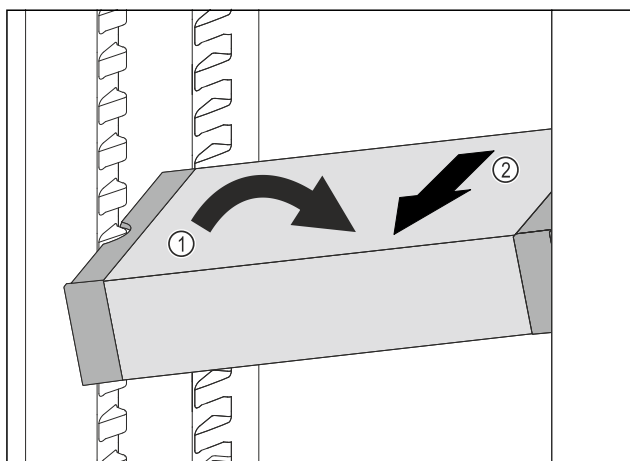

Fig. 41
- ▶ Расположите VarioSafe в холодильном отделении под наклоном. Fig. 41 (1)
- ▶ Извлеките VarioSafe движением вперед. Fig. 41 (2)